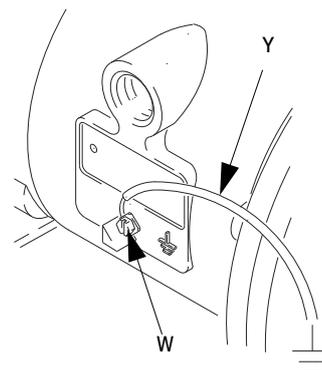

FIG. 1
- *Pumpe:* Erdungskabel und Klemme wie in Abb. 1 gezeigt anschließen. Dazu die Erdungsschraube (W) lösen. Drehen Sie ein Ende eines Erdungsdrahtes (Y) mit mindestens 12 ga. (1,5 mm²) um den hinteren Teil der Erdungsschraube und ziehen Sie die Schraube fest an. Die Masseklemme mit einem echten Massepunkt verbinden. Bestellen Sie die Teilenummer 238909 (Erdungskabel und Klemme).